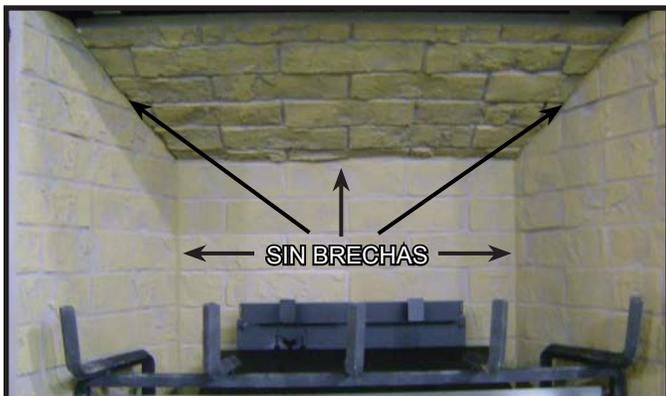

Figura 7
**Leño nº 3 (2166-703):** Encaje la guía de ubicación izquierda que se encuentra en la parte superior del leño nº 1 en el hoyo ubicado en la parte inferior del leño nº 3. Después de encajar la guía de ubicación en el hoyo, encaje el surco ubicado en la parte inferior del leño nº 3 con la barra horizontal de la rejilla y deslice el leño nº 3 hacia la derecha hasta que descanse en el diente derecho de la rejilla (consulte la Figura 7).
**Leño nº 3 (2170-703):** Encaje la guía de ubicación izquierda que se encuentra en la parte superior del leño nº 1 en el hoyo ubicado en la parte inferior del leño nº 3. Después de encajar la guía de ubicación en el hoyo, encaje el surco ubicado en la parte inferior del leño nº 3 con la barra horizontal de la rejilla y deslice el leño nº 3 hacia la derecha hasta que descansa en el diente derecho de la rejilla (consulte la Figura 7).